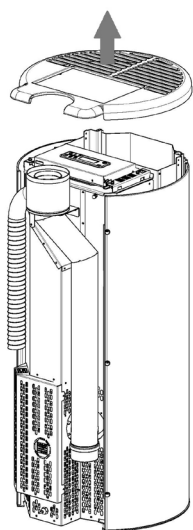

Fig. 71 - Odstranjevanje zgornjega dela
- Odstranite pokrov iz litega železa (gl. **Fig. 71**).